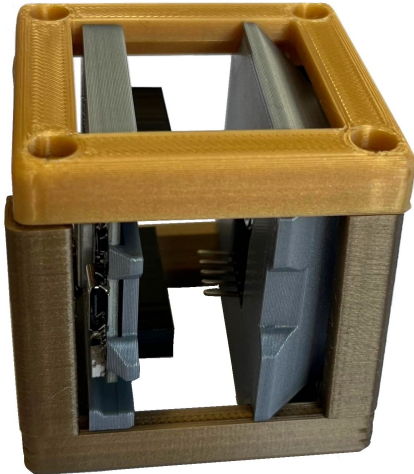

Abb. 10: Zusammengesetzte Komponenten
- (9) Setzen Sie den ZUSAMMENSETZTEN PLATINENHALTER und den ZUSAMMENSETZTEN SENSORHALTER in den 02A_BR_V*_CUBE_COVER 1x1. Achten Sie darauf, dass die jeweils offene Seite beider Halter in die gleiche Richtung zeigt, während die drei glatten Seiten übereinander liegen. Setzen Sie obenauf den 01A_Go_V*_CUBE_BASE 1x1 (Abbildung 10).